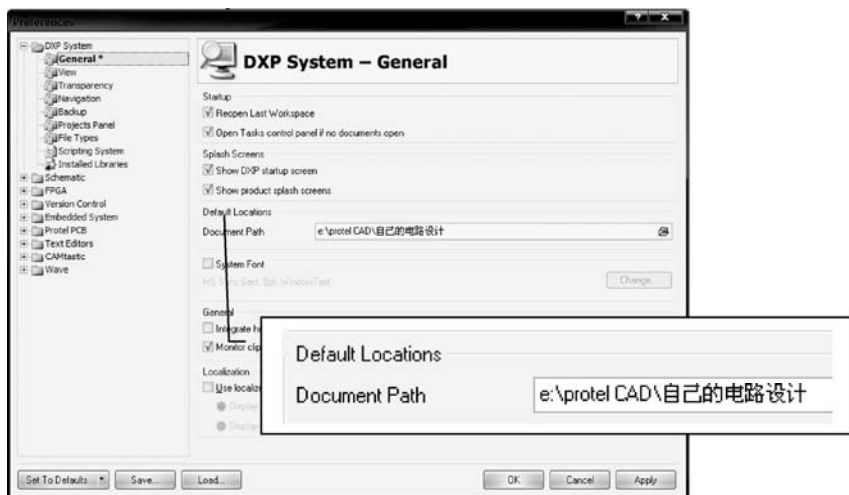

图 2-3-3 存储路径设置操作
(1) 单击 DXP 系统控制菜单中的“Preferences”(系统参数)命令, 在弹出的“Preferences”(系统参数)设置对话框中选定“General”(常规参数)菜单项。
(2) 单击“Default Locations”选项区中的“Document Path”选项后的  按钮, 将文件存储路径设置到“自己的电路设计”文件夹位置即可, 如图 2-3-3 所示。